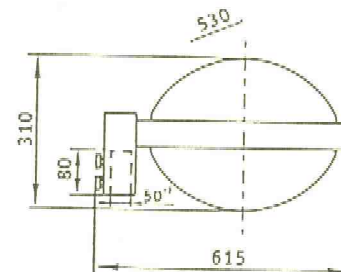

Рис.1
1.1. Светильники консольные ЖКУ28-70-002 У1 «Селена»(рис.1) с разрядными лампами высокого давления предназначены для освещения улиц, дорог.